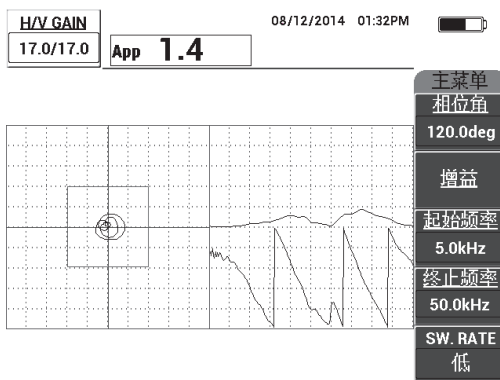

图 6-57 被限制在两个分区内的扫频图像
1. 将探头端部放置在标准试块没有缺陷的区域上，然后按**增益**键（**dB**），并调整**增益**，直到扫频图像被限制在报警框中的两个分区以内（参见第 161 页的图 6-57）。